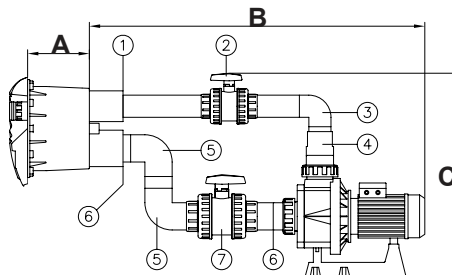

Fig. 6
- Verbinden Sie die Reduzierhülse von 75x63 mm (Nr.1, Fig.6) im Anschluß für den Antrieb des Gehäuses (siehe Fig. 6).
- Verbinden Sie ein Rohr \varnothing 63mm (*) mit der Reduzierhülse (Nr.1, Fig. 6).
- Verbinden Sie das Ventil \varnothing 63mm (Nr.2, Fig. 6) mit dem Rohr \varnothing 63mm (*).
- Verbinden Sie das Rohr \varnothing 63mm (*) mit dem Ventil \varnothing 63mm (Nr.2, Fig. 6).
- Verbinden Sie den Rohrkrümmer \varnothing 63mm (Nr.3, Fig. 6) mit dem Rohr \varnothing 63 mm (*).
- Verbinden Sie das Rohr \varnothing 63mm (*) mit dem Rohrkrümmer (Nr.3, Fig.6).
- Verbinden Sie die konische Reduzierung von 90/75/63 mm (Nr.4, Fig. 6) mit dem Rohr \varnothing 63mm (*) und mit der Rohrverschraubung der Pumpe \varnothing 90mm.
- Verbinden Sie die Reduzierhülse von 75x63 mm (Nr.6, Fig.6) im Anschluß für die Ansaugung des Gehäuses (siehe Fig. 6). -Benutzen Sie ein Rohr von \varnothing 75mm *) und schließen Sie damit einen Rohrkrümmer \varnothing 75mm (Nr.5, Fig.6) an die Reduzierhülse (Nr.6, Fig.6) an.
- Mit einem Rohr von \varnothing 75mm *) vereinen wir nun den anderen Rohrkrümmer von \varnothing 75mm (Nr.5, Fig.6) mit dem schon verleimten Rohrkrümmer (siehe Fig. 6).
- Verbinden Sie das Ventil \varnothing 75mm (Nr.7, Fig.6) mit dem Rohrkrümmer (Nr.5, Fig.6), indem Sie für den Anschluß ein Rohr von \varnothing 75mm (*) benutzen.
- Verbinden Sie ein Rohr \varnothing 75mm (*) mit dem Ventil (Nr.7, Fig. 6).
- Verbinden Sie eine Reduzierhülse von 90x75 mm (Nr.6, Fig.6) mit dem Rohr \varnothing 75mm (*) und mit der Rohrverschraubung der Pumpe \varnothing 90mm.